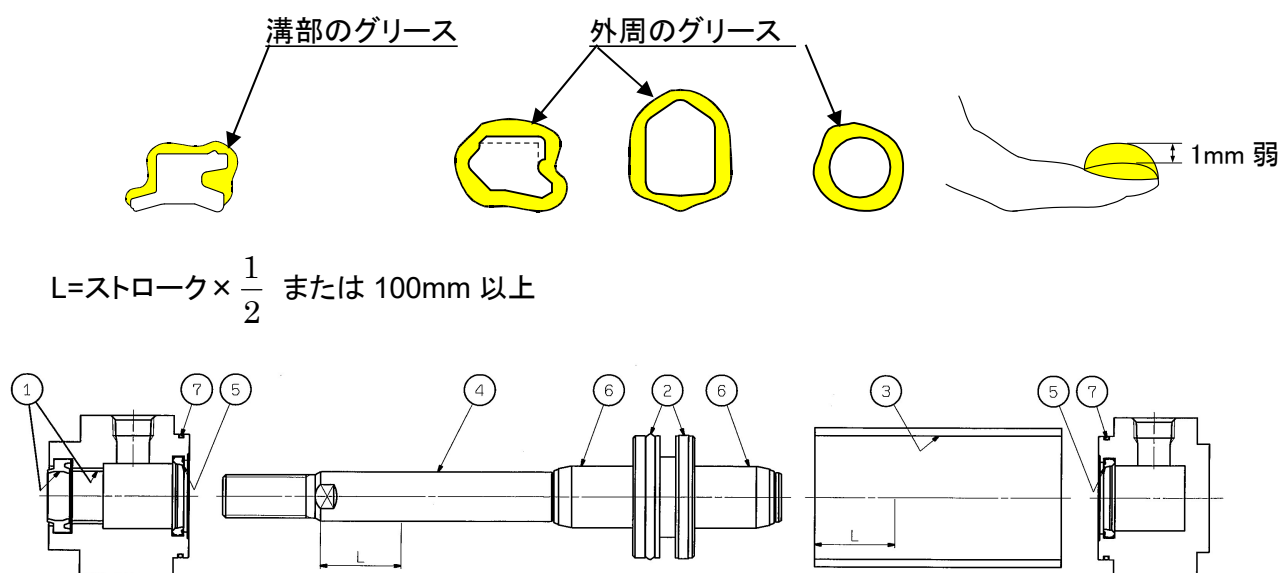

図6. グリース塗布位置
シリンダの各部品には図6の各部分にグリースを塗布しますが、100ストロークのシリンダ1本につき表7の量が必要です。目安としては人差指ですくった程度が約3(g)です。
1) ロッドパッキン、クッションパッキン(P18,図 6, ①⑤)
2) ピストンパッキン (P18,図 6, ②)
3) チューブガスケット (P18,図 6, ⑦)